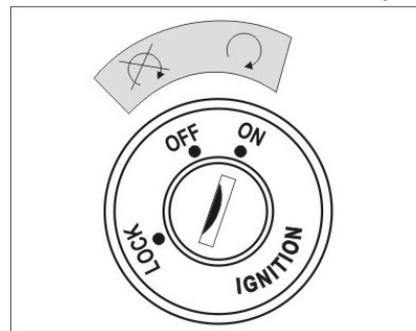

Fig. 7
**Sbloccare il manubrio:** inserire la chiave nell'interruttore di accensione e girarla in senso orario per sbloccare il manubrio. Per accendere lo scooter girare ulteriormente la chiave d'accensione sempre in senso orario sulla posizione "ON" (Fig. 7).